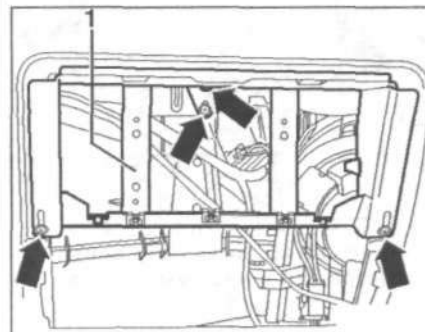

Рис. 13.49. Выкрутите винты 1 и снимите кронштейн 1 подушки безопасности пассажира.
21. Выкрутите винты 1 и снимите кронштейн 1 подушки безопасности пассажира (рис. 13.49).